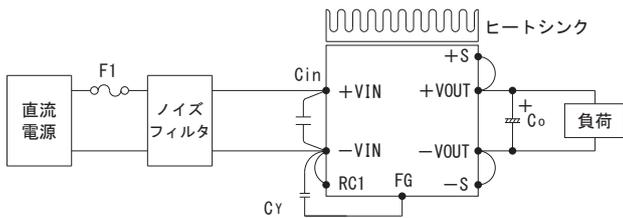

図 1.1 標準接続方法
- 電源を使用するためには、図 1.1 の接続と表 1.1 の外付け部品が必要です。
(2) ノイズフィルタ/接地コンデンサ
- 入力ラインでの帰還ノイズ低減、電源の安定動作のために、ノイズフィルタ、接地コンデンサ C_r を接続してください (図 1.1)。なお、ノイズフィルタの選定によっては、フィルタの共振やインダクタンスにより、電源動作が不安定になることがありますので、ご注意ください。
(3) 入力側外付けコンデンサ
- 入力ラインへの帰還ノイズ低減、電源の安定動作のために、入力側 +VIN と -VIN 間にコンデンサ C_{in} を接続してください (図 1.1)。